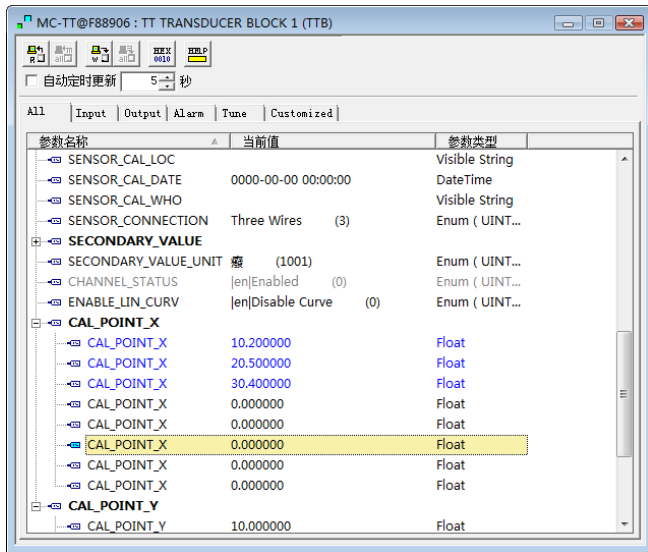

图4.5 参数 CAL\_POINT\_X 的配置
- 2) 通过标准源输入标准信号，并在组态软件上打开相应的变换块，分别读取参数 PRIMARY\_VALUE 的值，将该值写入 CAL\_POINT\_X 数组。例如将读到的 10.2, 20.5, 30.4 分别写在 CAL\_POINT\_X 数组里，如图 4.5 所示。到此校准工作结束。